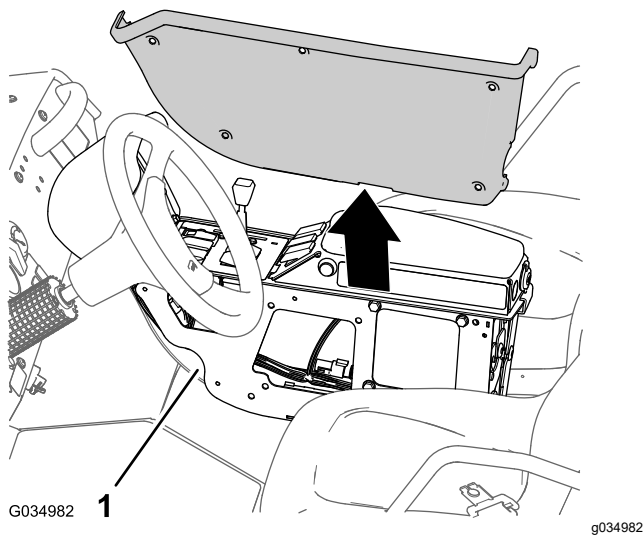

**Figure 112**
- Retirez les 5 boulons à embase ( $\frac{1}{4} \times \frac{3}{4}$  po) qui fixent le couvercle sur le côté gauche de la console centrale (Figure 112).